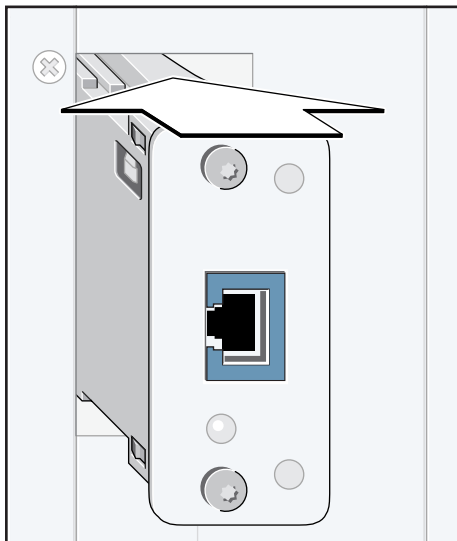

Fig. 2: Ejemplo: Inserción del módulo de interfaz
2. Insertar hasta el tope el módulo de interfaz IMenip en la ranura de inserción prevista en el componente del sistema (ejemplo en la Fig. 2).